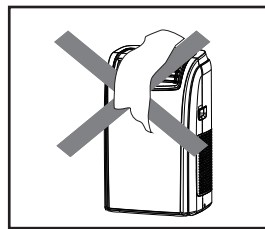

Рис. 26
3. Никогда не кладите на прибор посторонние предметы, не перекрывайте вход или выход воздуха из прибора. Снижение расхода воздуха приведет к снижению производительности и может привести к повреждению кондиционера (рис. 26).